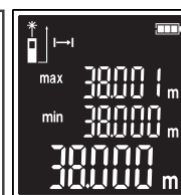

Fig. 8
- Valoarea de măsurare actuală va fi afișată pe ecran. (Fig. 8)